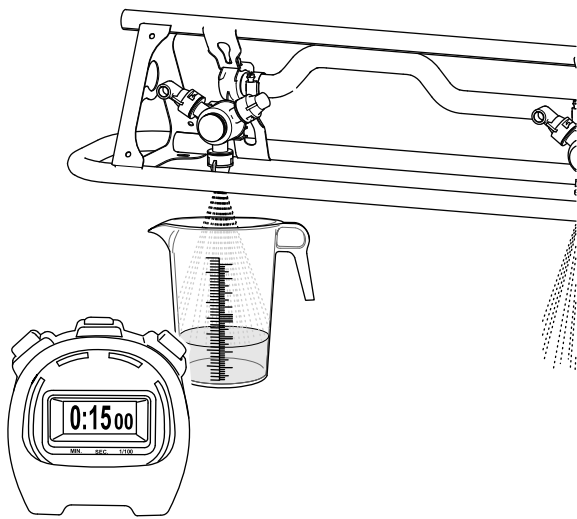

Bild 170
- Gehen Sie nach hinten an die Maschine, stellen Sie den Auffangbehälter unter eine der Düsen und starten Sie die Stoppuhr (Bild 170).